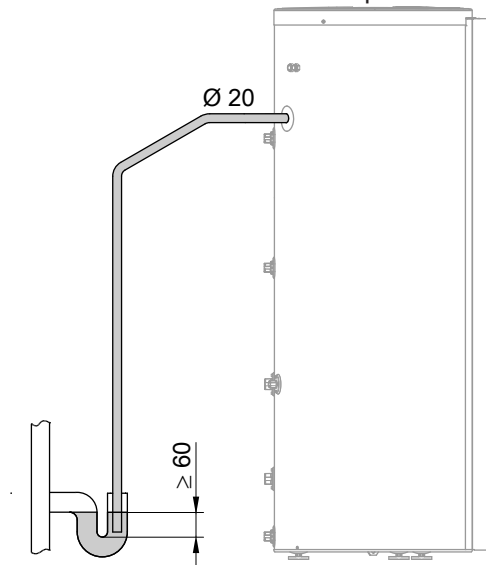
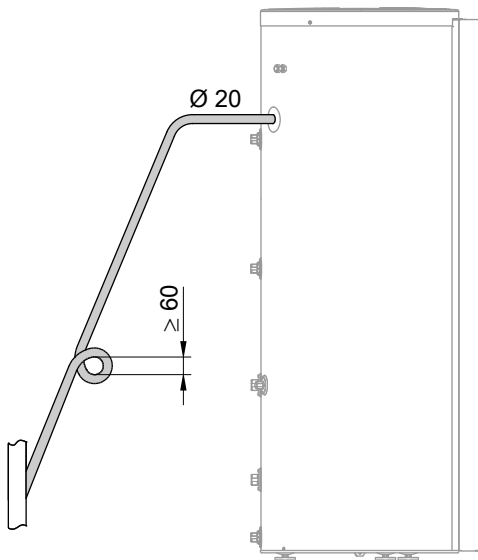

Abb. 17
Abb. 18
2. Kondenswasserschlauch als Stauschleife verlegen und mit stetigem Gefälle und Rohrbelüftung an das Abwassersystem anschließen: Siehe Abb. 18. Ggf. an einen bauseitigen Siphon anschließen: Siehe Abb. 17. Dabei auf festen Anschluss am Siphon achten.